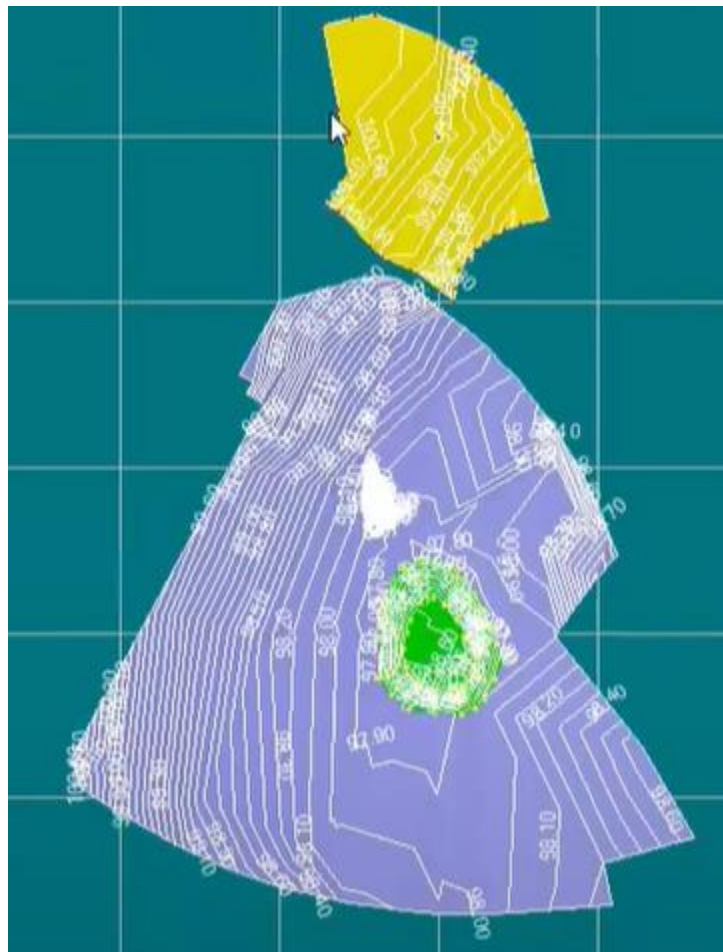

Figura 438. Archivos creados.
72. Abrir las listas de archivos, activar todos los archivos creados en la práctica. Figura 438.